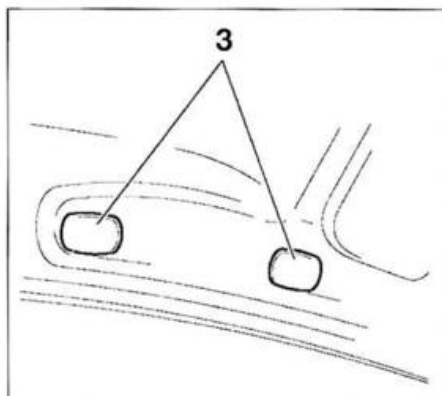

FIG. 71
- Desmontar las tapas (3) (fig. 71).